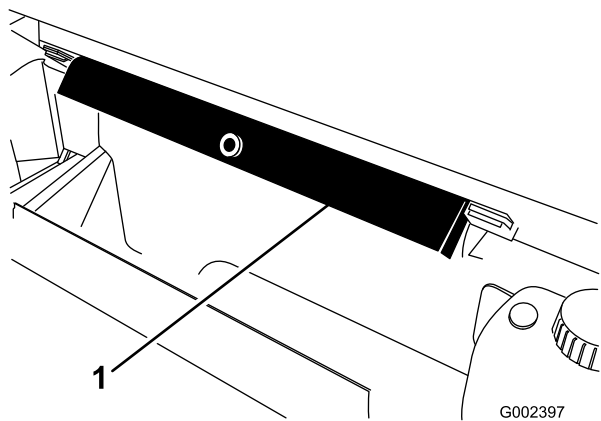

Figura 6
6. Staccate il supporto del pianale dalle staffe su cui è riposto, sulla parte posteriore del pannello del sistema ROPS (Figura 6).